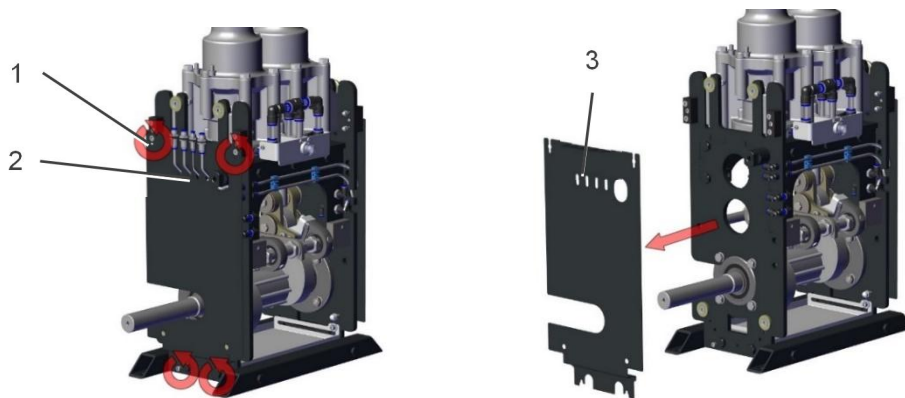

Abb. 4-8: Demontage der Antriebsverkleidung
- An der Rückseite der Kolbenpumpe (Abb. 4-8: Demontage der Antriebsverkleidung“) die vier Innensechskantschrauben M6x50 (1) mit einem 4 mm Innensechskantschlüssel 5 Umdrehungen lösen (↻).
- Die Fettleitungen (2) von den Steckverschraubungen lösen.
- Die Antriebsverkleidung (3) in Pfeilrichtung demontieren (Abb. 4-8: Demontage der Antriebsverkleidung“).